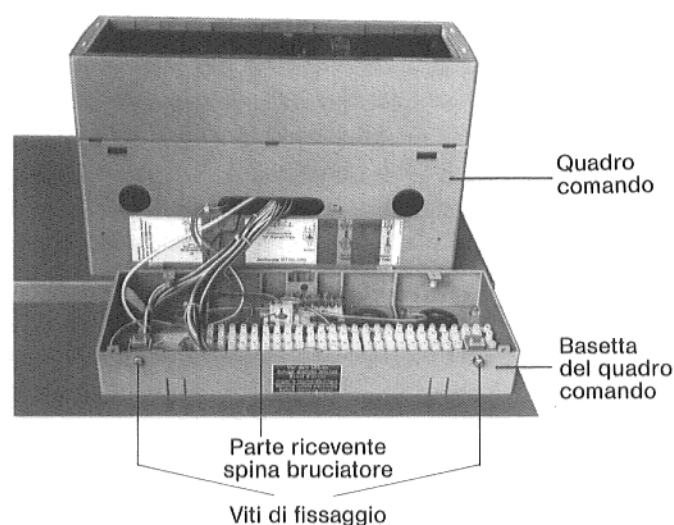

Fig. 12: Quadro comando e basetta, in versione non Ecomatic
1. Avvitare la basetta del quadro comando al coperchio anteriore della caldaia con le viti a corredo (Fig. 12).
12. Stabilire il collegamento fra il quadro comando e la basetta inserendo gli spinotti nella morsettiera secondo le marcature e stringere a fondo le viti d'arresto (Fig. 12).
17. Porre il quadro comando sulla basetta, spingere le alette posteriori negli alloggiamenti ed avvitare entrambe le viti di fissaggio (Fig. 12).